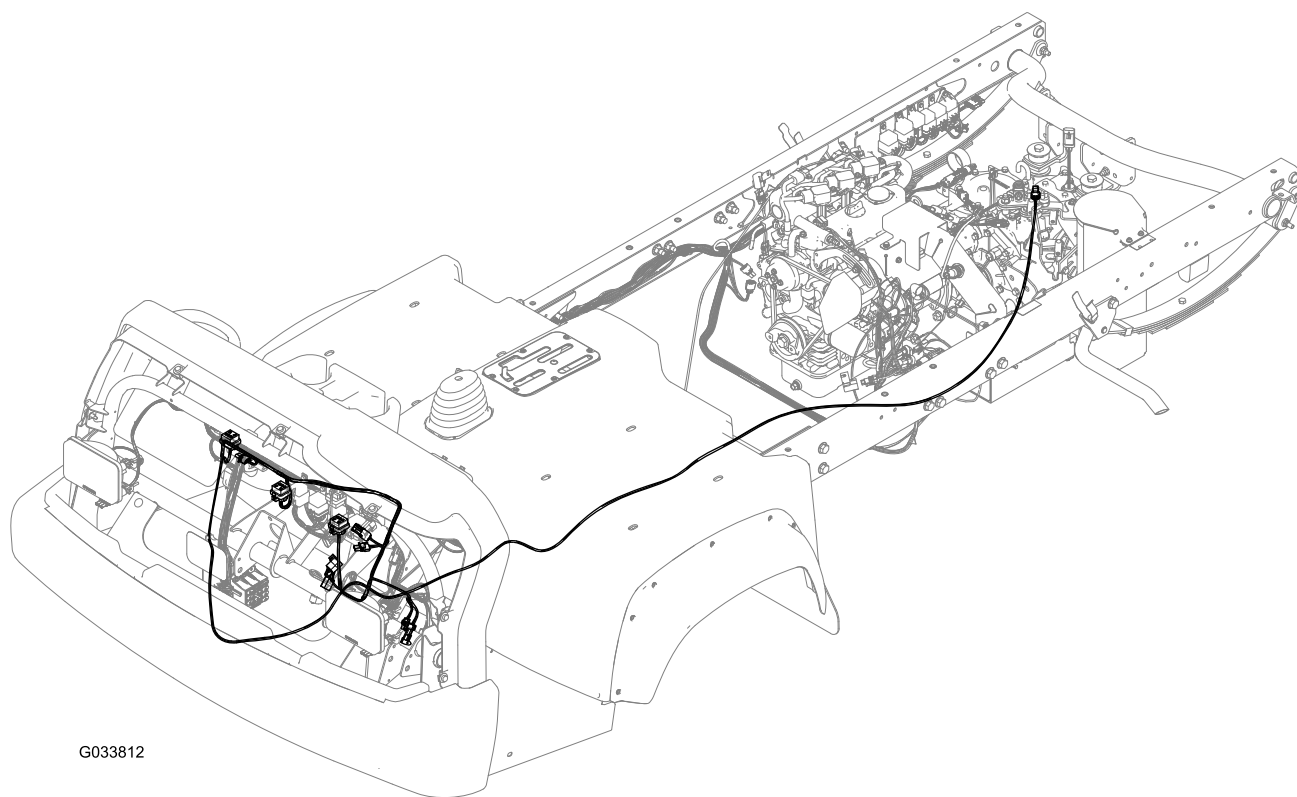

図 6
1. ワイヤハーネスの reverse switch というラベルのついた枝を、車両前部から運転台の下にあるワイヤバルクヘッドの開口部に通し、運転席側のフレームレールからトランスミッションアセンブリの上部へ導く 図 6。
3. ブレーキコネクタ、四輪駆動バイパスコネクタ、クラッチコネクタを、新しいハーネスのコネクタに接続する 図 6。